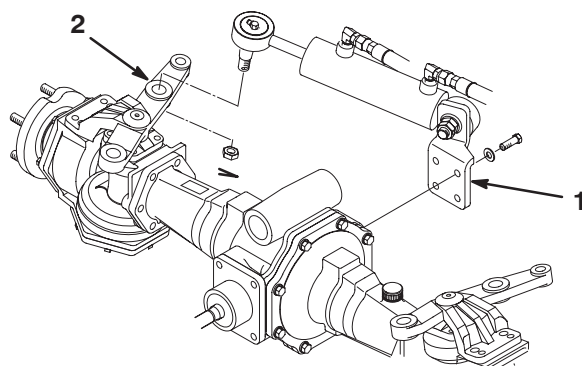

Figure 2
2. Montez le support de vérin à l'arrière du pont avec 4 vis (M10 x 30) et rondelles (Fig. 2). Appliquez du Loctite 242 ou un produit équivalent, et serrez les vis à 46–56 Nm.
4. Fixez la rotule au bras de direction avec l'écrou à créneaux (Fig. 2) et serrez à 94–122 Nm. Remettez la goupille fendue.